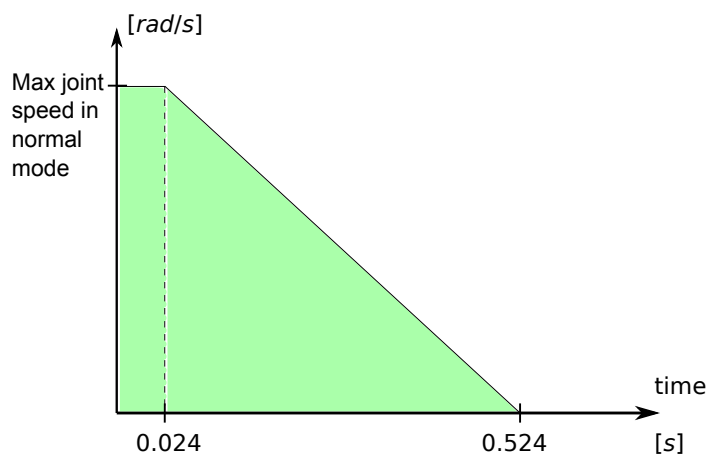

Figure 2.2: 傾斜の下の緑の領域は、ブレーキを掛ける間、ジョイントに許可される速度です。0 時間に安全プロセッサでイベント（緊急停止または予防停止）が検出されました。減速は 24 ms 後に開始します。
1. 安全システムはブレーキが 24 ms 以内に開始されるようモニターします。図 2.2 を参照してください。